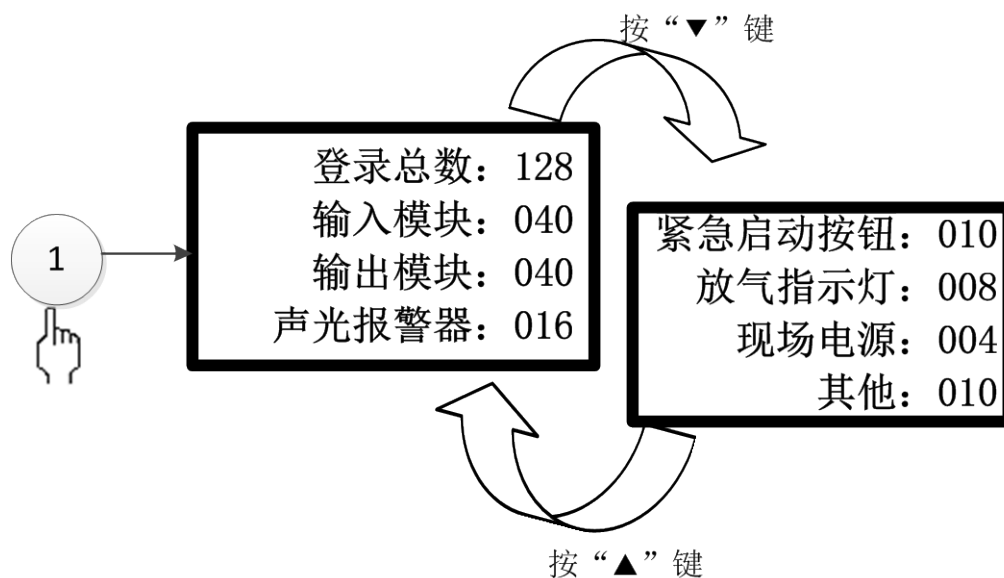

图 3-12
按下数字 1 键或光标移至①后按确认键，进入登录信息界面（如图 3-12 所示）。可查看各种类部件全部连接数量。